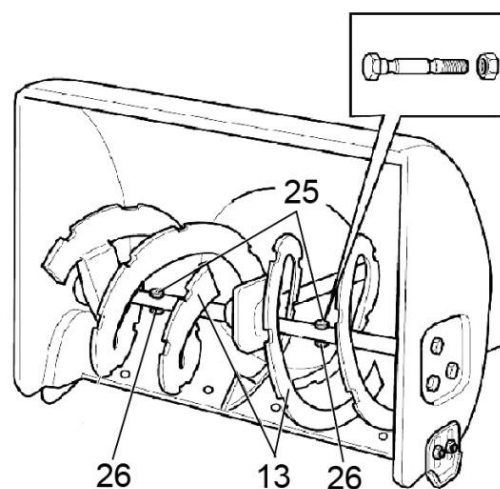

Рис. 7
- Лопастей шнека (13) снегоуборщика крепятся к валу редуктора с помощью специальных срезных болтов (25) с контргайками (26) (См. Рис.7) или шпильками.